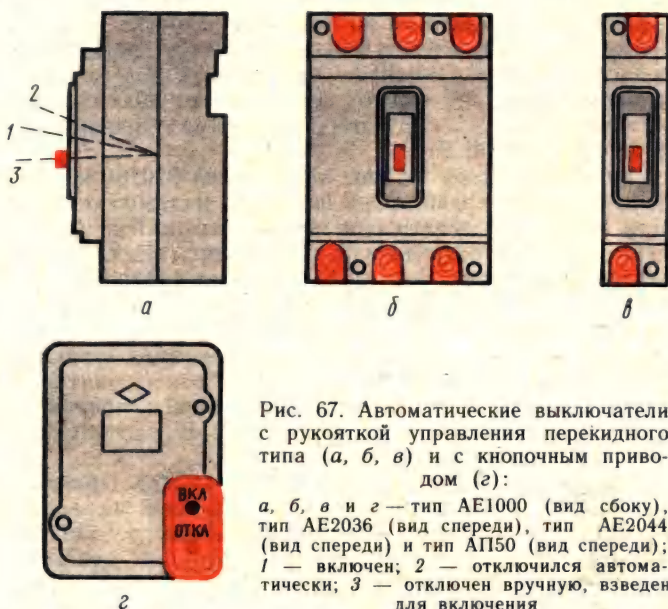

Рис. 67. Автоматические выключатели с рукояткой управления перекидного типа (а, б, в) и с кнопочным приводом (г):
**Автоматические выключатели.** При сооружении новой электропроводки в личном подсобном хозяйстве вместо резьбовых предохранителей лучше применить автоматические выключатели (установочные автоматы). Для электроустановок индивидуальных потребителей используют автоматы серии АЕ1000 или АЕ2000 с рукояткой управления перекидного типа и серии АП50 с кнопочным управлением (рис. 67). Во вводных устройствах, на щитках для защиты проводов, питающих обособленные электроприемники, а также для их включения и отключения ставят автоматы с управляющим устройством любого исполнения, а в учетно-распределительных щитках и щитках хозяйственных построек — с перекидной рукояткой.